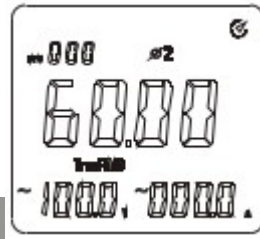

Figura 12-2
• Como muestra la figura 12-2, presione la tecla “SELECT” para elegir la segunda fase ($\phi 2$) de un sistema trifásico de 4 cables. También puede mostrar la potencia aparente, tensión y corriente de la fase 2 ($\phi 2$).